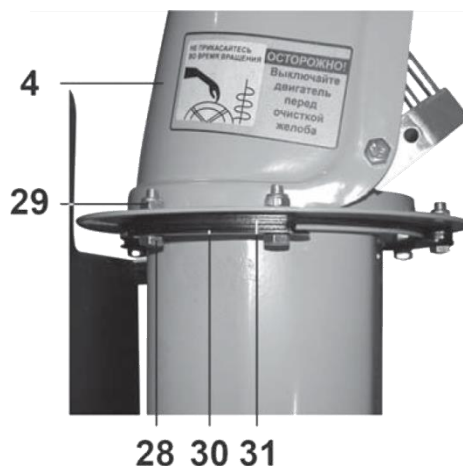

Рис. 10
6.4. Установка желоба (Рис. 10).